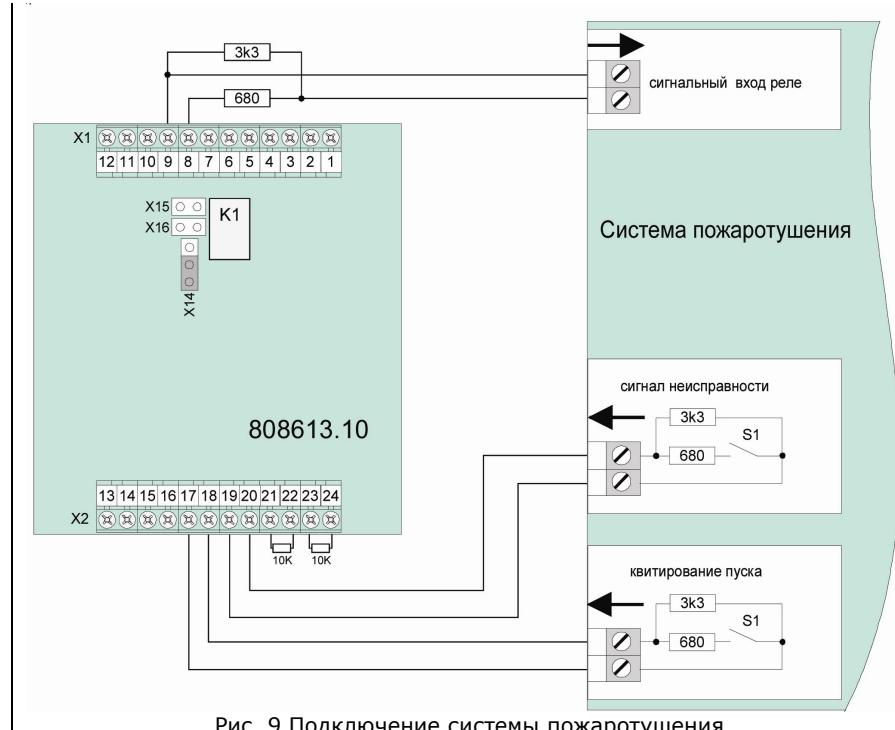

Рис. 9 Подключение системы пожаротушения
- Подключение системы пожаротушения (рис.9)